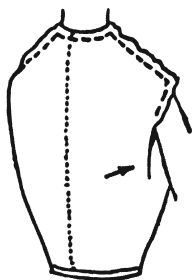

Рис. 28
• Затем выньте булавки, заколотые в складку под рукой, и встаньте со стороны спины фигуры, на которой производится примерка. Обими руками отведите складки ткани к спине (рис. 28) — именно здесь должны располагаться ее излишки.